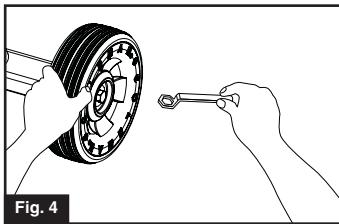

Fig. 4
- Ensamble las ruedas a la base de la parrilla. Instale cada rueda al eje usando un perno y dos arandelas. (Fig. 3, Fig 4)